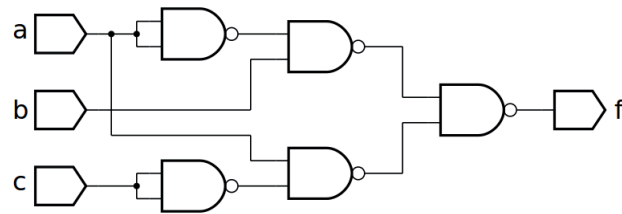
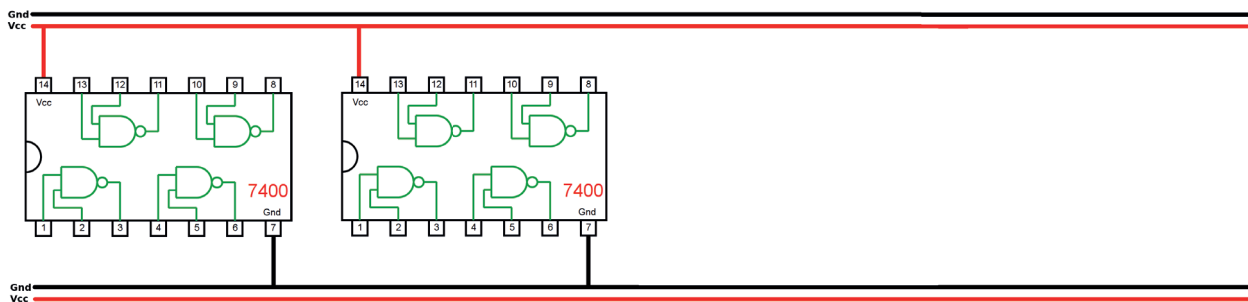

Figura 5.54 – Diagrama esquemático.
Figura 5.55 – Disposição dos componentes (TTL) para a placa de montagem.
1. Complete as ligações na figura 5.55 ou 5.56 de acordo com a figura 5.54.
5. Utilize um programa de simulação em computador (SmartSim, Atanua, Qucs) faça a simulação do circuito da figura 5.54. Compare os resultados com a tabela 5.22.
6. Escreva a equação booleana do circuito da figura 5.54 e simule no programa para o Arduino.